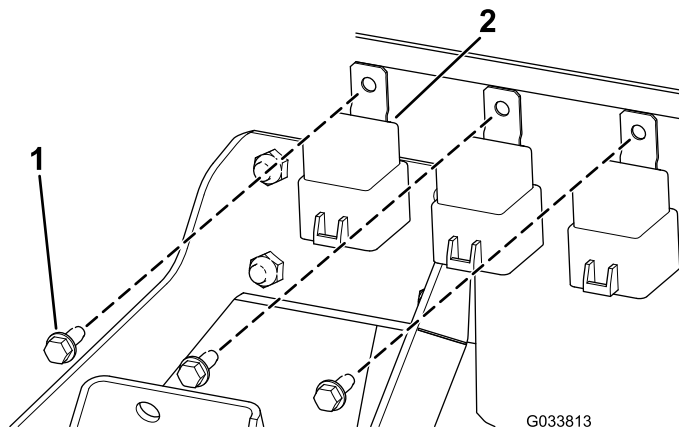

Figura 7
1. Montate i 3 relè sul telaio del pannello di controllo con 3 viti a testa esagonale (1/4 x 5/8 poll.) come illustrato nella Figura 7.